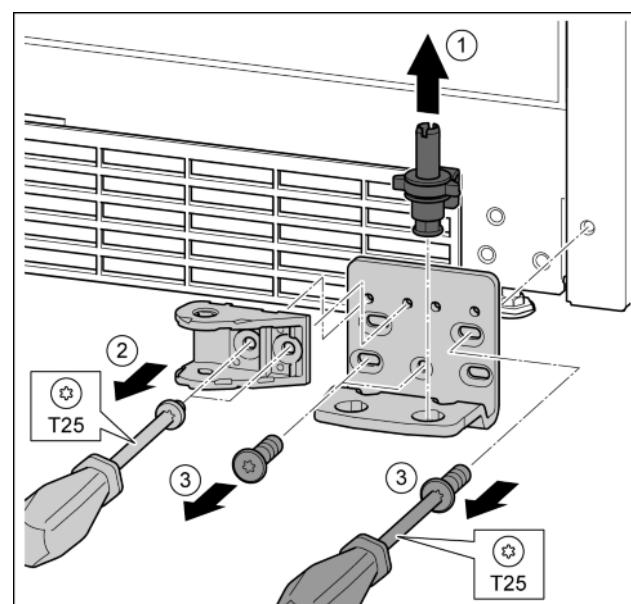

Fig. 32
- Опорный палец полностью извлечь движением вверх. Fig. 32 (1)
- Открутить винты отверткой T25 и снять соединительный элемент амортизатора закрывания дверей. Fig. 32 (2)
- ▶ Открутить винты отверткой T25 и снять опорный кронштейн. Fig. 32 (3)